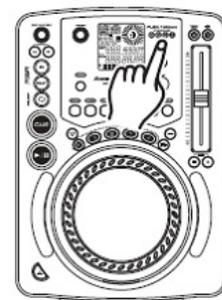

Figura 30
**Utilizzo del cursore del Pitch (7):** assicurarsi che la funzione sia stata attivata come descritto in precedenza. Spostare il cursore verso l'alto per aumentare il pitch e verso il basso per diminuirlo.
**Regolazione dell'intervallo del cursore del Pitch (1):** è possibile variare l'intervallo di funzionamento del cursore del pitch (7) in qualsiasi momento. Per cambiare la percentuale di funzionamento assicurarsi che la funzione 'pitch' sia stata attivata (vedere figura 28). La percentuale di 'pitch' può essere impostata a +/- 4%, +/- 8% oppure +/- 16%. La manipolazione possibile del 'pitch' sarà minima al 4% e massima al 100%. Per regolare i diversi intervalli premere il pulsante PITCH ON/OFF (3) e battere leggermente sul pulsante Pitch Range (1) fino a raggiungere il valore desiderato (vedere figura 30).